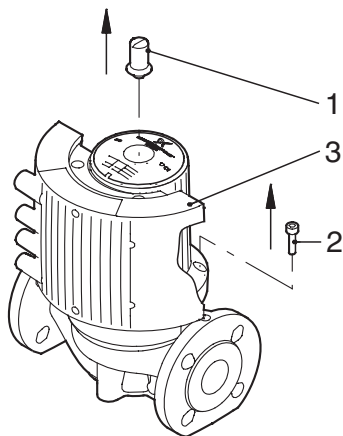

Рис. 1 Снятие корпуса статора с клеммной коробкой
1. Вывинтите центральный винт (1) и четыре винта (2) корпуса статора, смотрите рис. 1.